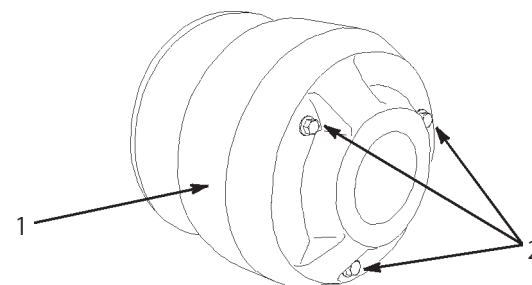

図53
4. クラッチ・カバーのボルト (3本) を外してカバーを取る (図53)。